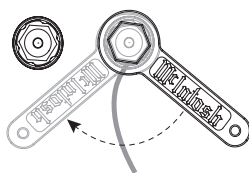

Рисунок 09 – Затягивание выходной клеммы
- Поместите прилагаемый гаечный ключ McIntosh на конец выходной клеммы и поверните его на четверть оборота (90°), чтобы закрепить соединение кабеля громкоговорителя (Рисунок 09). Не перетягивайте